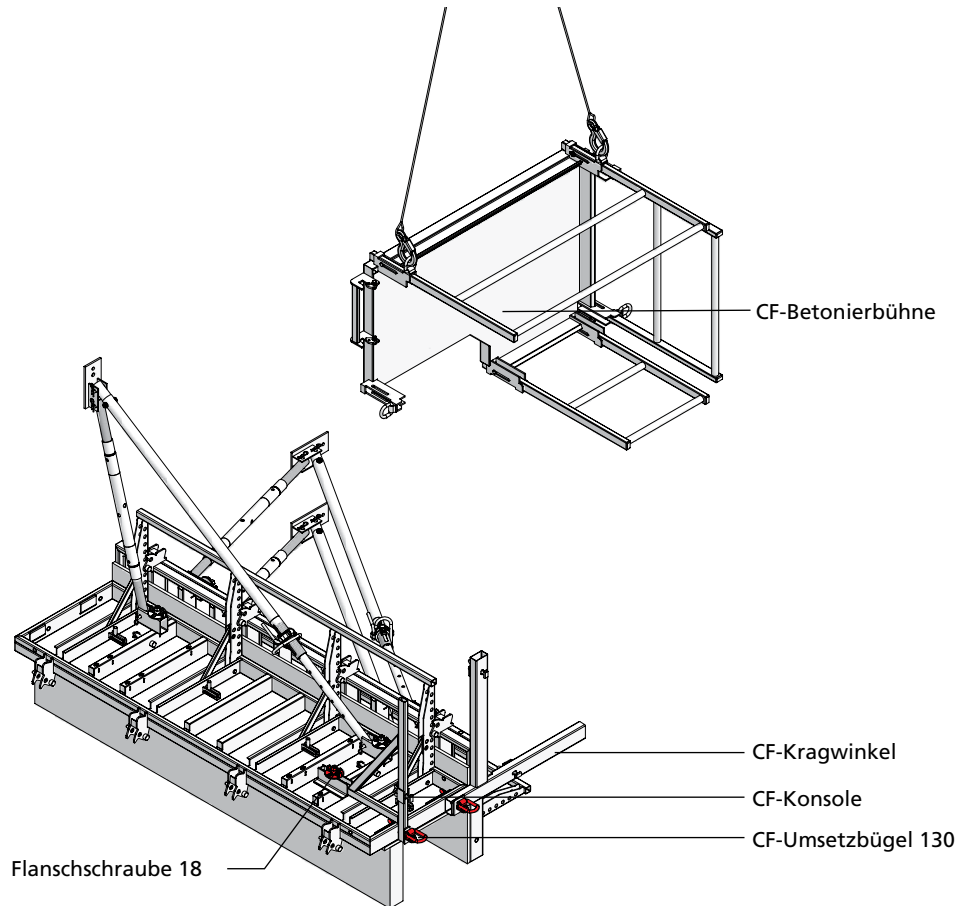

Abb. 8.1
3. Das Geländer an der Betonierbühne hochklappen. Dann ein 2-Strang-Krangehänge an den Kranösen der Betonierbühne anbringen (Abb. 8.1).